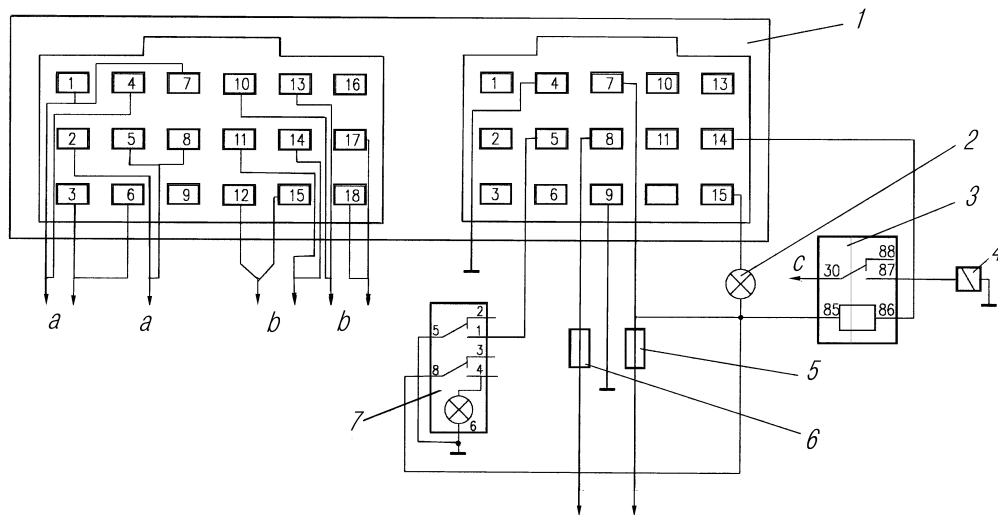

Рис. 59. Схема подключения блока управления:
**Электронный блок управления** является основной частью АБС. Схема подключения блока управления показана на рис. 59.